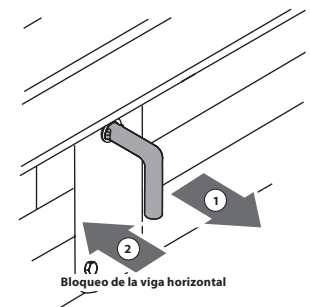

Figura 15
- b. El bloqueo de la vigueta horizontal se traba automáticamente. El bloqueo a resorte encaja a presión en su lugar cuando la vigueta se baja a esta posición. Vea la Figura 15.